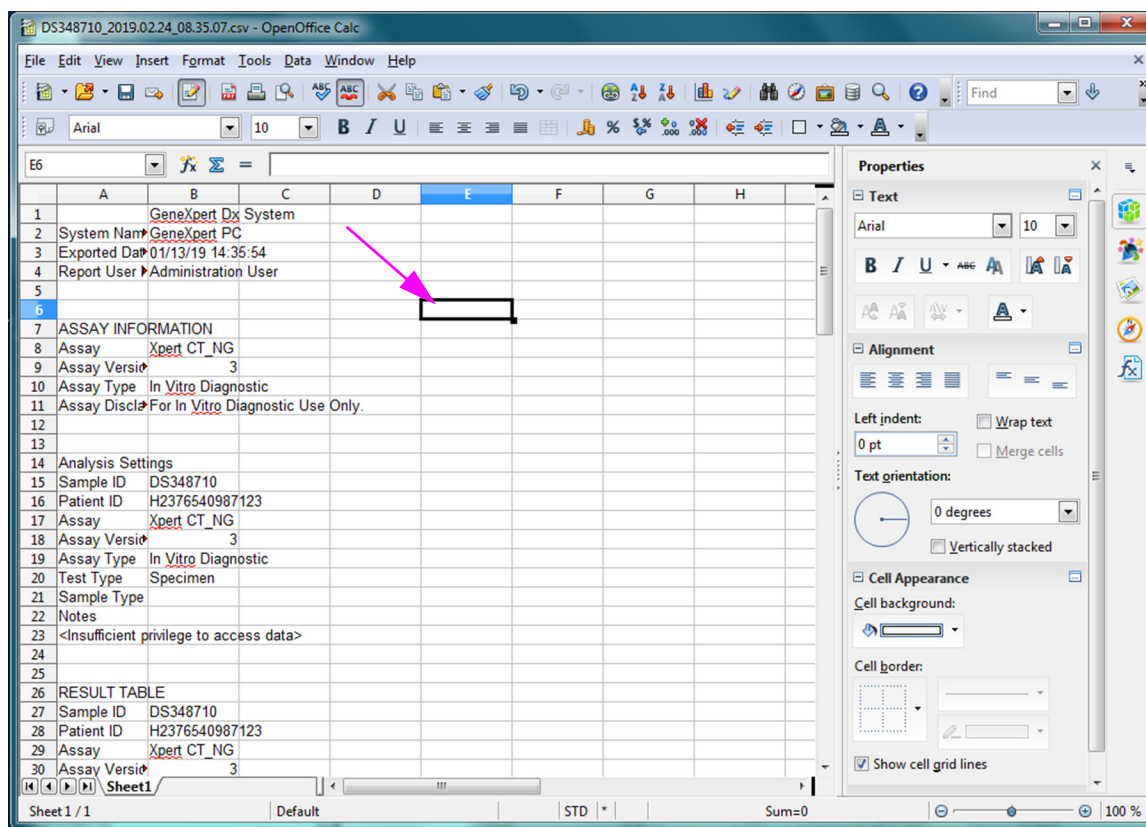

Figura D-8. Visualizzazione finale del file con le colonne regolate
11. Fare clic sulla casella di controllo a sinistra del campo **Default value (Valore predefinito)**, quindi fare clic su **OK** per chiudere la finestra di dialogo. La larghezza delle colonne verrà quindi regolata e il file verrà formattato, come mostrato nella Figura D-8. Fare clic in un punto qualsiasi delle colonne vuote per “deselezionare” le caselle blu e farle diventare di nuovo bianche.